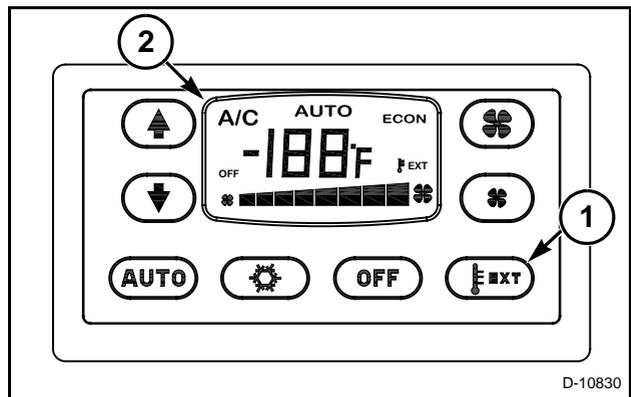

FIG. 52
FIG. 52: Presione el botón de la temperatura del aire externo (1) para ver la temperatura del aire externo en la pantalla digital (2) por aproximadamente 6 segundos. Tras exhibir la temperatura del aire externo, la pantalla exhibirá la temperatura elegida.